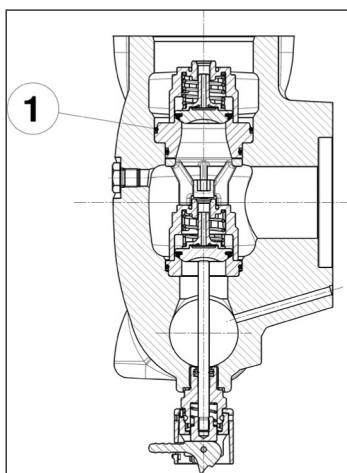

Fig. 101
Prestare particolare attenzione all'inserimento dell'O-ring indicato in pos. ①, Fig. 101. Si consiglia l'utilizzo dell'attrezzo cod. 27516000 (nelle versioni con Ø Pistone: 40 - 45 - 50) o cod.27516100 (nelle versioni con Ø Pistone: 55 - 60 - 65) per evitare che l'O-ring possa tagliarsi durante l'inserimento.